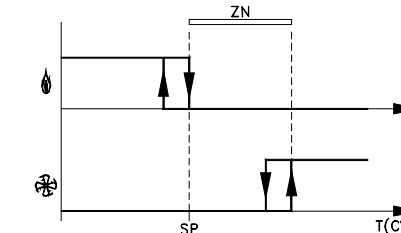

Fig. 2
De acordo com a fase activada se ligará o LED verde (1) para o 'Resfriamento' ou o LED vermelho (2) para o 'Aquecimento'. O respectivo diagrama de activação é reproduzido na Fig. 2.
A seconda dello stadio attivato si accendera' il LED verde (1) per il 'Raffreddamento' o il LED rosso (2) per il 'Riscaldamento'. Il relativo diagramma di attivazione e' riportato in Fig. 2.
According to the active stage, the green LED (1) is lit for 'Cooling' and the red LED (2) is lit for 'Heating. The activation diagram is sketched in Fig. 2.